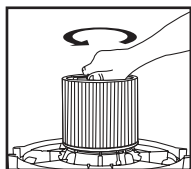

FIGURA 18
23. Para retirar el filtro para su limpieza, sostenga de nuevo la tapa del depósito y gire el retenedor del filtro en sentido contrario a las agujas del reloj para soltarlo y retirarlo. **FIGURA 18.**